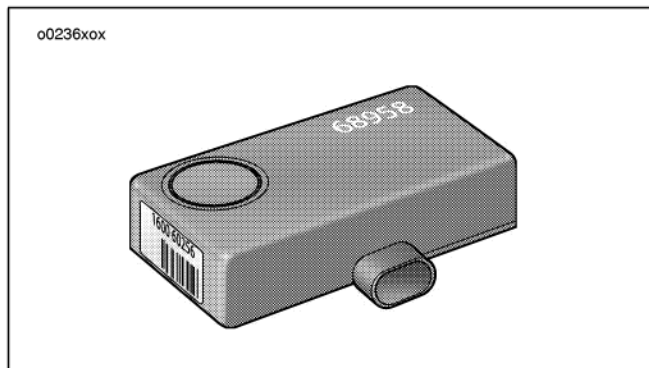

Figura 42. Sirena
- Vedere la Figura 42. Se la sirena è attivata e la batteria interna della sirena è scarica, in cortocircuito o scollegata oppure se è stata in carica per un periodo superiore alle 24 ore, al momento dell'inserimento la sirena emette tre segnali acustici invece di due.